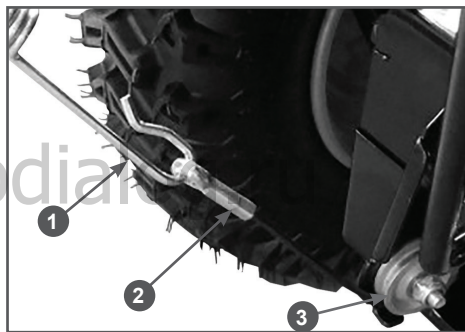

Рис. 8 Соединение троса включения хода
8. Соедините верхнюю и нижнюю части троса включения хода. Зацепите крючок 1 пружины троса включения хода за соединитель 2 троса включения хода (Рис. 8).
Убедитесь в том, что трос включения хода установлен в ручей ролика 3 (Рис. 8). В противном случае, при попытке включить ход снегоотбрасывателя трос будет поврежден. На механическое повреждение тросов гарантия производителя и поставщика не распространяется.